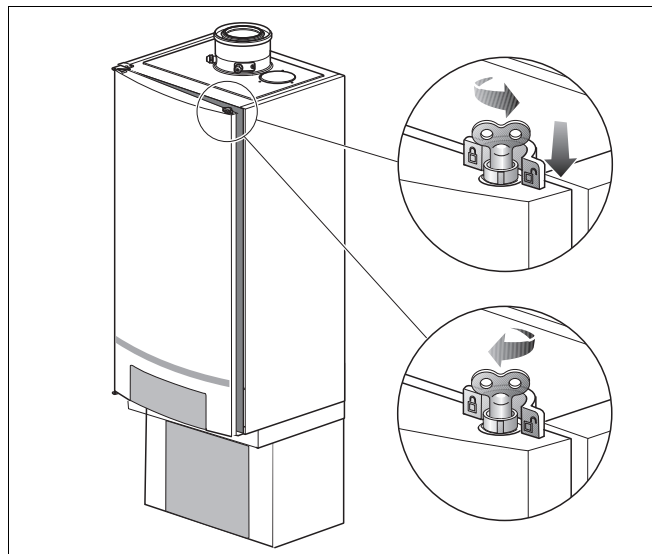

Fig. 13 Openen deur
- Open het slot van de deur, door deze met een ontluchtingssleuteltje een kwart omwenteling linksom te draaien (fig. 13, **loep**).
- Druk het slot naar beneden (fig. 13) en open de deur.